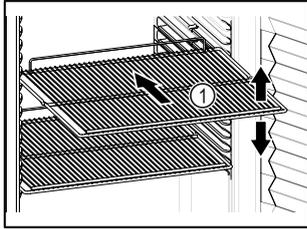

Fig. 56
- Si los estantes se pueden mover Fig. 56 (1), ajústelos según la altura.